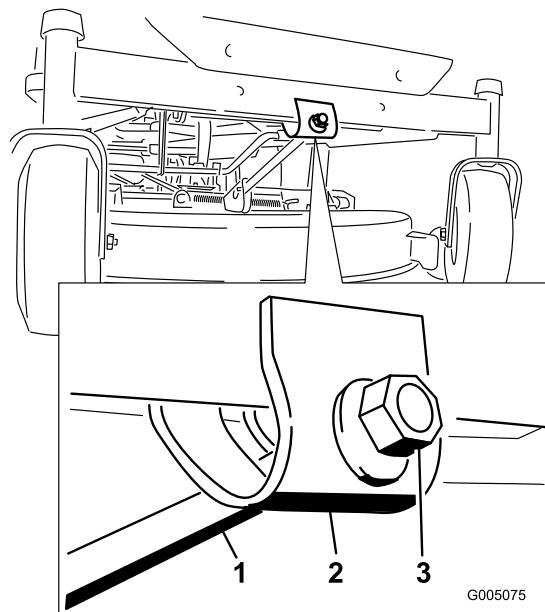

Figure 51
6. Pour régler l'inclinaison avant/arrière des lames, tournez l'écrou de réglage à l'avant du plateau de coupe (Figure 51).